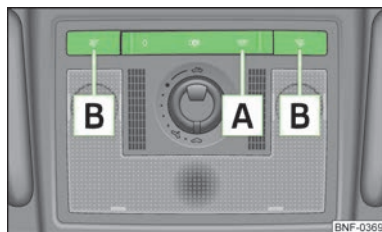

Fig. 27
- Pulsar el conmutador **A** » fig. 27 a la posición .
- Pulsar el conmutador **A** » fig. 27 a la posición 0.
- Pulsar el conmutador **A** » fig. 27 a la posición intermedia (horizontal) .
- Pulsar el interruptor **B** » fig. 27 para conectar y desconectar las luces de lectura.